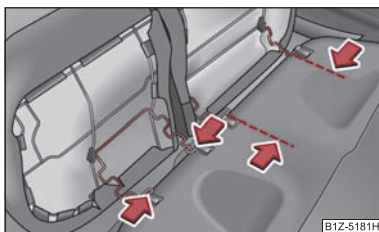

Fig. 52 Rimozione dei cuscini dei sedili
- Premere la graffa nel senso della freccia ⇒ fig. 52 e rimuovere il sedile dall'alloggiamento.